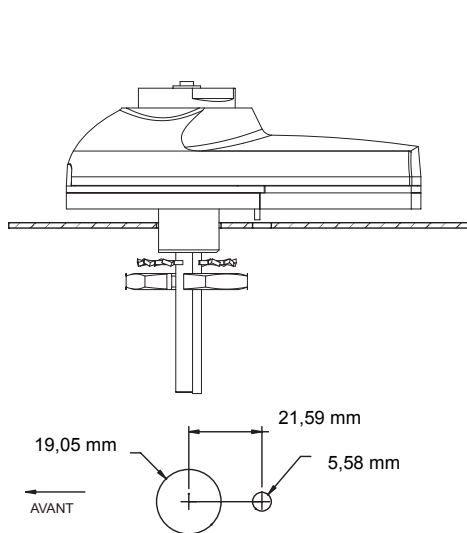

Figure 1 Installation typique
2. Couper ou percer des trous dans la surface de montage (1,27 cm maximum d'épaisseur) selon les dimensions et la position sur la Figure 1.